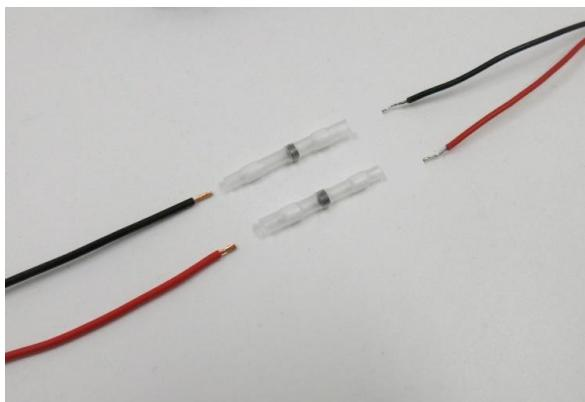

Fig. 3 Wiring processing
2. Referring to Fig. 3, strip the insulation from the ends of both wires to be connected (this product's wiring and the license plate light wiring) and trim the exposed conductors to a length of 5mm.
2. 図3のように、接続する両配線(本製品の配線とナンバー灯側の配線)の先端の被覆を剥き、裸の導線部の長さを5mmに揃えてください。